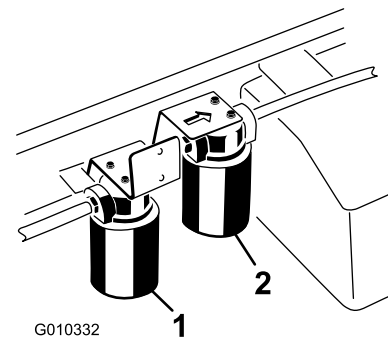

Figure 69
- Placez un bac de vidange sous le filtre et enlevez le filtre (Figure 69).
4. Nettoyez la zone autour de la surface de montage du filtre grand débit (Figure 69).